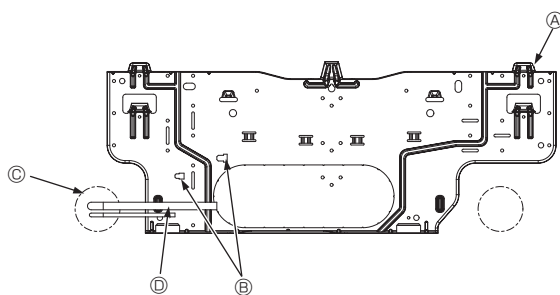

Fig. 3-6
3.3. Encastrement de tuyaux dans le mur (Fig. 3-6)
- Ⓐ Panneau de montage ①